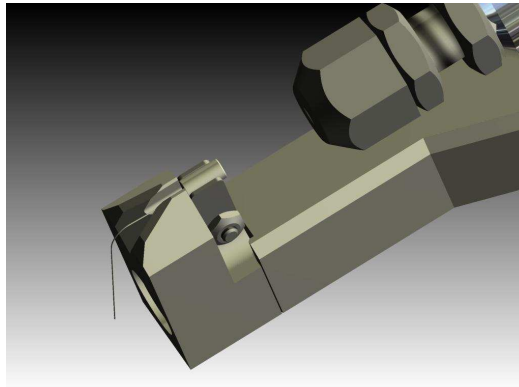

Abbildung 6
2. Die Buchse mit der Nummer 964320 muss zwischen den Federn eingelegt werden (siehe Abbildung 6). Es ist darauf zu achten, dass die Buchse bündig anliegt und zwischen den Federn klemmt. Anschließend muss der Lackdraht in die Buchse eingeschoben werden. Der Lackdraht muss auf der Einpresseseite überstehen. Der Überstehende Lackdraht wird beim Einpressen des Stiftes mit der Nummer 964318 abgetrennt. Während des Einpressens des Stiftes muss der Lackdraht mit der Hand fixiert werden.